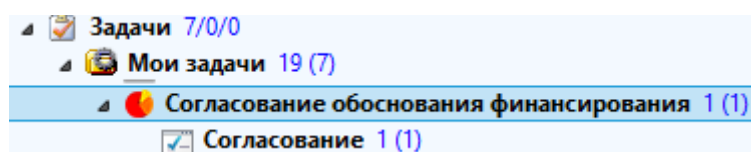

Рисунок 185 — Окно задачи процесса «Согласование обоснования финансирования»
- следующему пользователю выбрать задачу «Согласование» по рабочему процессу «Согласование обоснования финансирования» в папке «Мои задачи» (Рисунок 185);